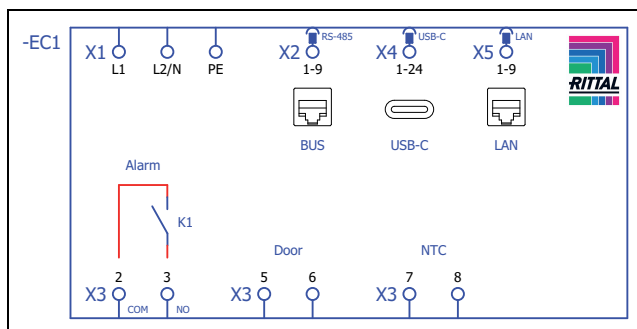
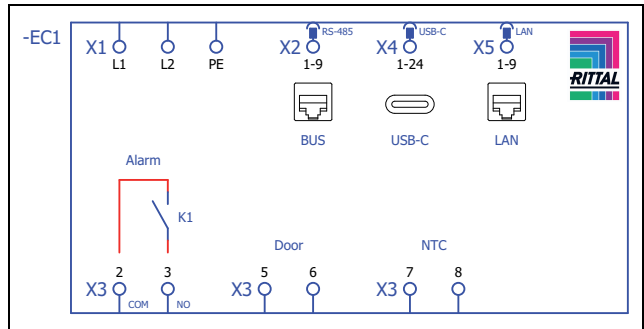

Bild 45: Kopplingschema SK 3478800, SK 3478801, SK 3479800, SK 3479801, SK 3480800, SK 3484800
Bild 46: Kopplingschema SK 3484840
- Ta ut nätkontakten ur leveransförpackningen och koppla in nätförsörjningen enligt tillhörande anslutningsmärkning (bild 45 resp. bild 46).